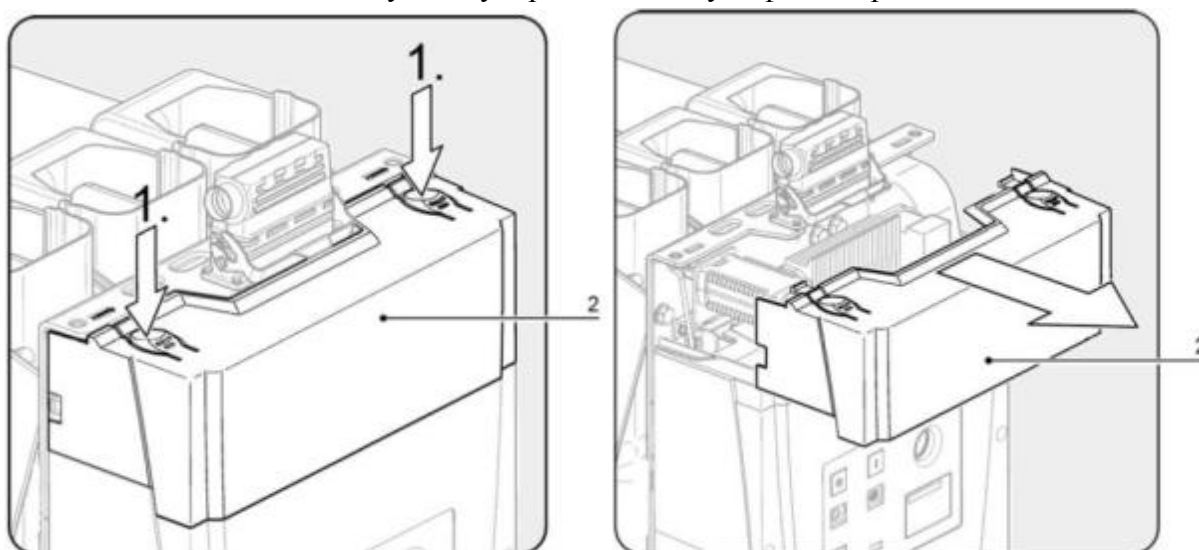

Рис. 36 – Демонтаж верхней крышки привода ВВ-БЭМН
- для ВВ-БЭМН (рис. 36) крышка демонтируется нажатием на фиксаторы (рис. 36 п.1) и перемещением по направлению стрелки; при установке крышки производится в обратной последовательности – задвинуть до упора и защелкнуть фиксаторы.